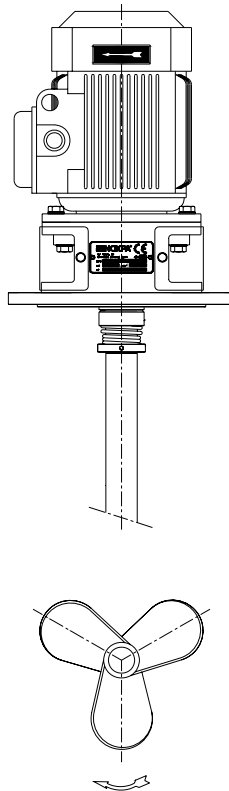

Figure 5.1
- Vérifiez que le sens de rotation de l'hélice est bien correct (dans le sens des aiguilles d'une montre vu depuis le côté du moteur). Voir figure 5.1.